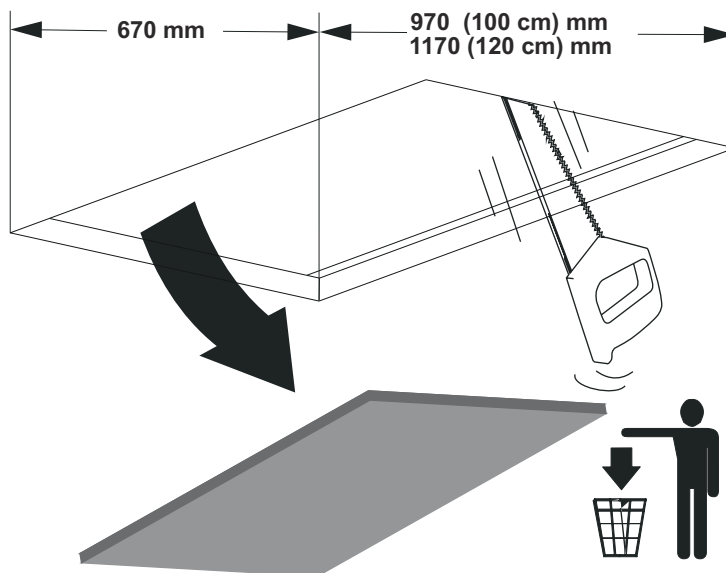

Fig. 6
1. ➤ Loftet eller materialet emhætten monteres i skal skæres med oplyste mål (Fig. 6).